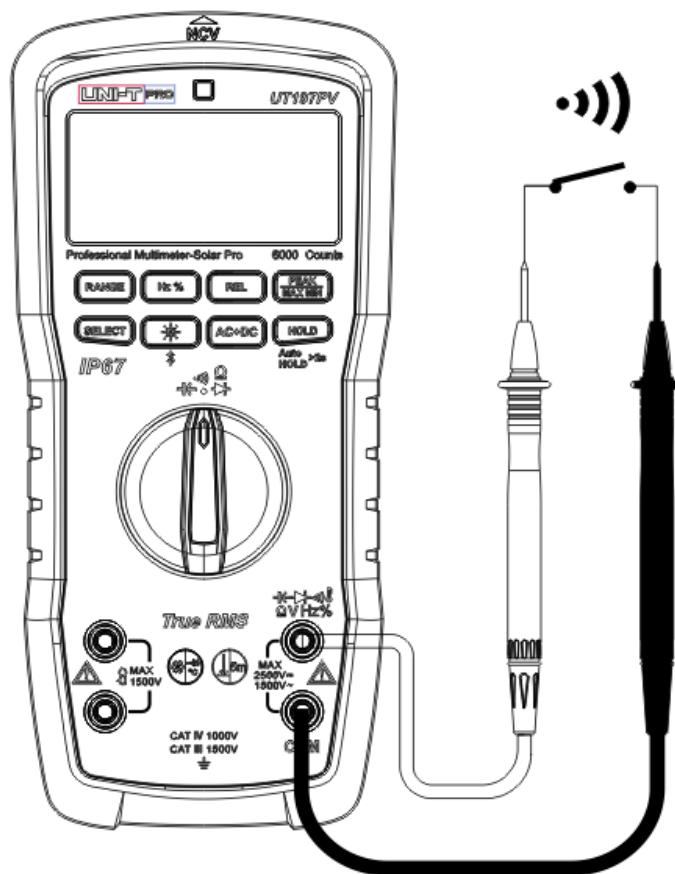

Abbildung 9
6. Kontinuitätsmessung (Abbildung 9)